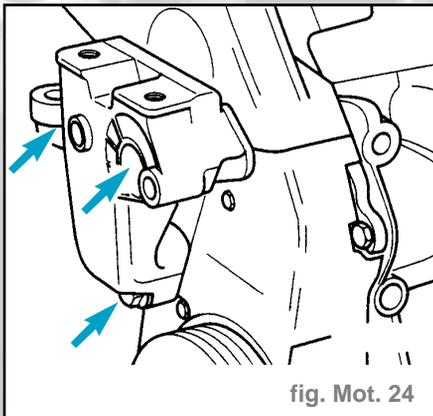

fig. Mot. 24
- Déposer le support du moteur (fig. mot. 24).